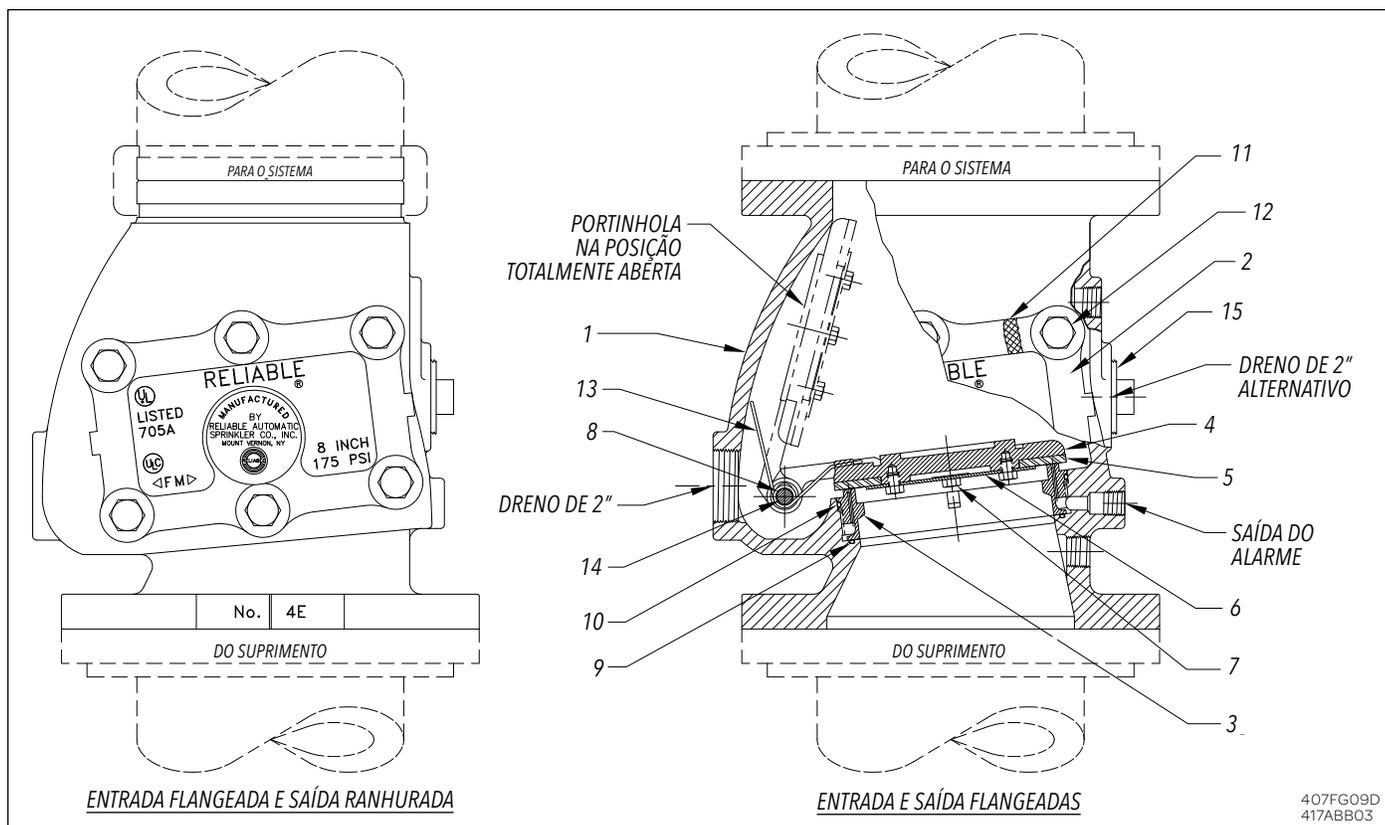

Fig. 9
- c. Em qualquer um dos casos (a ou b), drene o sistema abrindo a válvula (A), Figuras 7 e 8, para o dreno. Remova a tampa (2), Fig. 9, o plugue do tubo do eixo (14), o pino da articulação (8) e o conjunto da portinhola (4).